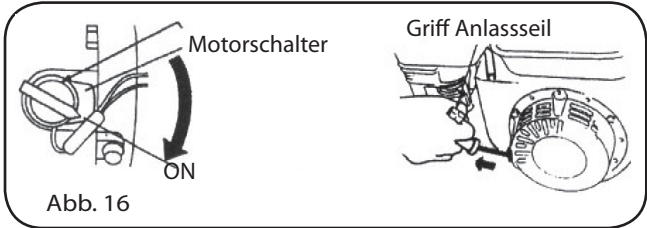

Abb. 16
3. Den Motor anlassen (Abb. 16).